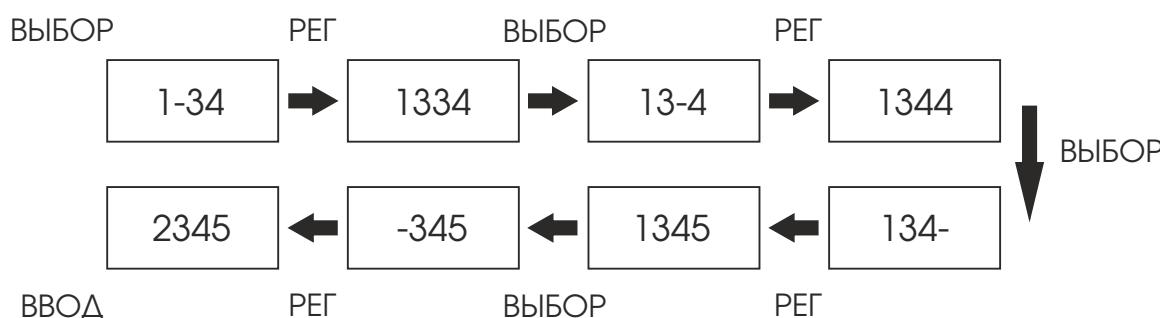

Рисунок 6. Ввод нового пароля.
- В случае ввода неверного пароля следует кратковременно нажать кнопку «ВВОД», затем ввести верный пароль. Если Вы забыли пароль, следует связаться со службой технической поддержки производителя. Процедура ввода пароля на примере «2345» показана на рис. 6.